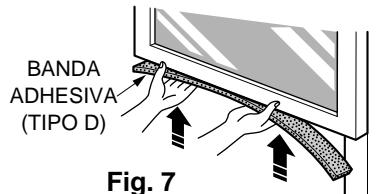

Fig. 7
- Corte la banda adhesiva (TIPO D) y colóquela del ancho de la ventana. Remueva el plástico de la banda adhesiva y colóquela en la parte superior de el marco inferior de la ventana. (Ver Fig. 7)